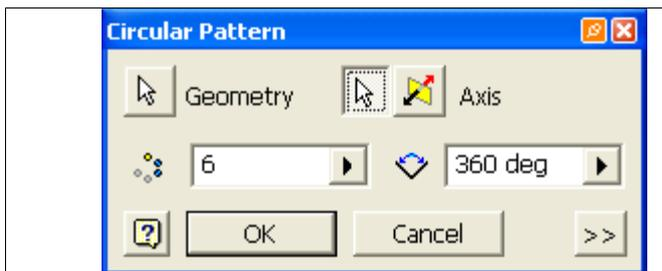

Рис. 10. Диалоговое окно **Circular Pattern**.
5. Нажмите кнопку **Axis**  в диалоговом окне **Circular Pattern** (Рис. 10.) и выберите ось вращения, совпадающую с осью вращения всей модели (ее можно выбрать, нажав на любую окружность крышки). Появятся динамические элементы.